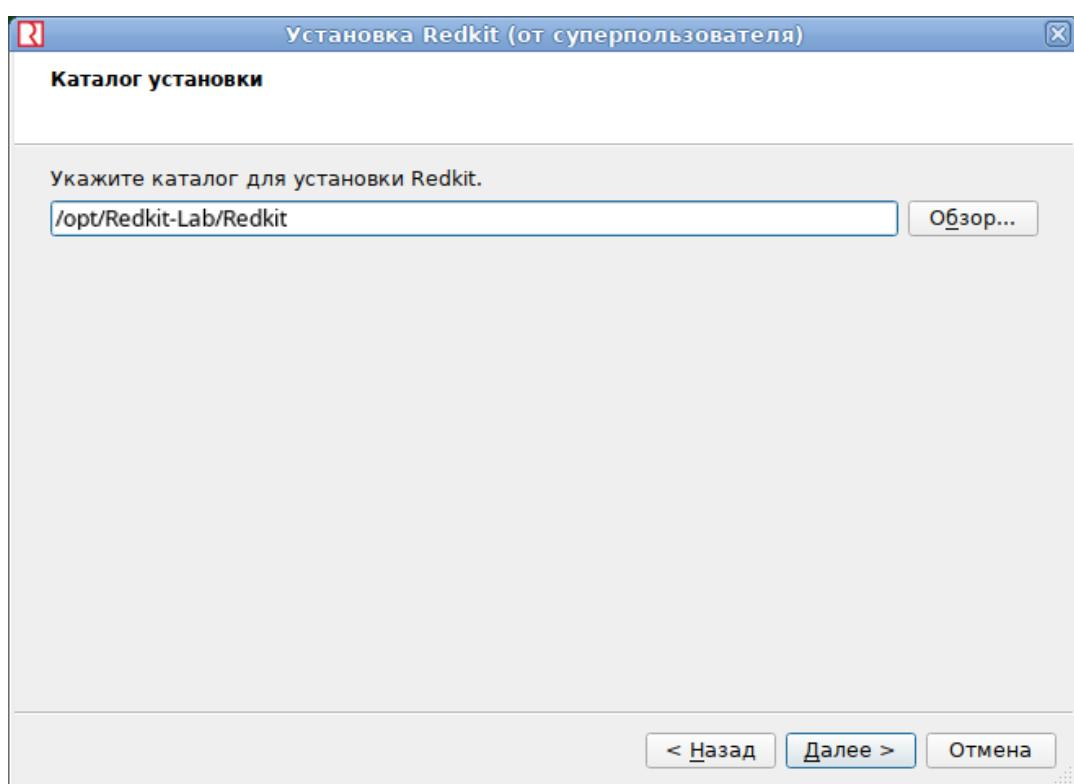

Рисунок 5 - Каталог установки
6. Оставьте каталог для установки Redkit по умолчанию и нажмите **Далее** (Рисунок 5).